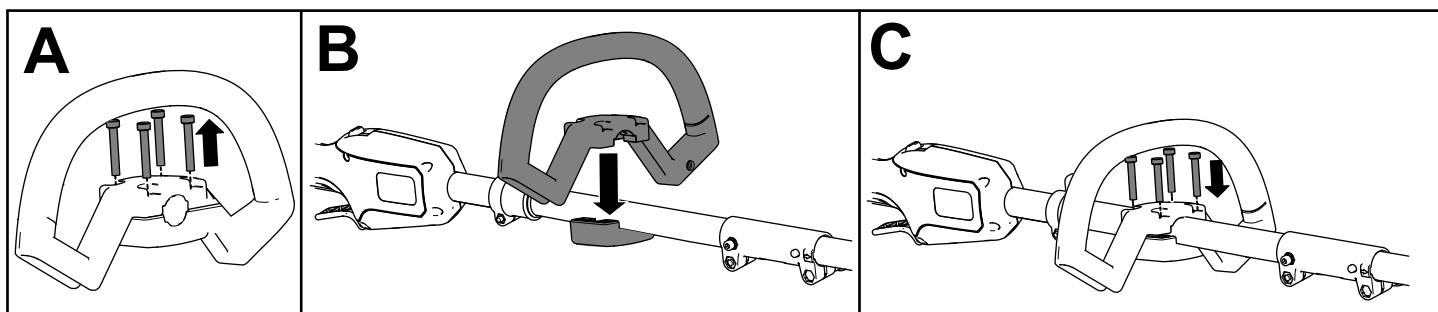

Figura 3
1. Separe la empuñadura auxiliar de la abrazadera retirando los 4 tornillos allen con la llave allen suministrada (Figura 3, A).
2. Alinee la empuñadura auxiliar con la abrazadera en el mango de la desbrozadora (Figura 3, B).
3. Sujete la empuñadura auxiliar a la abrazadera con los 4 tornillos allen que retiró anteriormente (Figura 3, C).